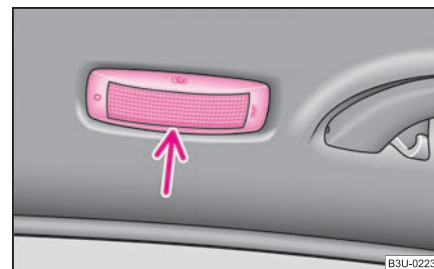

Abb. 208 Innenleuchte hinten ohne Innenraumüberwachungs-Sensoren
- Setzen Sie einen kleinen Schraubendreher in den Schlitz neben der Leuchten-Abdeckung ein ⇒ Seite 227, Abb. 208 und hebeln Sie die Abdeckung vorsichtig ab.